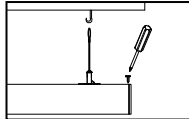

Рис. 5
- Внимание!** Обязательно используйте торцевые заглушки, идущие в комплекте, в конце каждой магистральной линии (рис. 5).